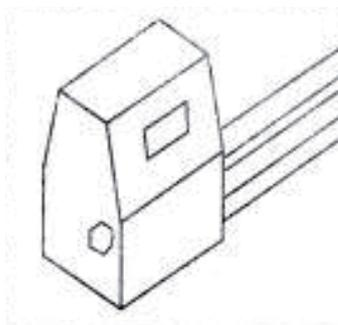

Рис. 3
2. Послабте та викрутіть шестигранный болт за допомогою ключа (рис. 3).